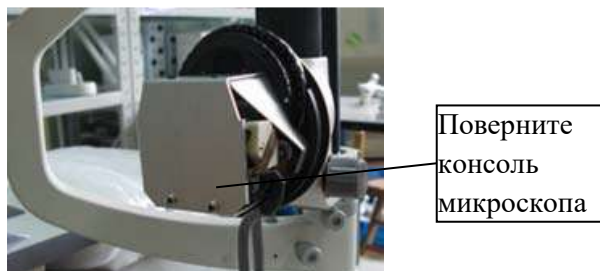
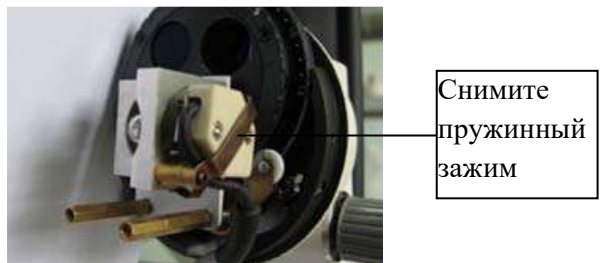

Рис. 4.3.2
Рис. 4.3.3
3. Снимите пружинный зажим (Рис. 4.3.2). Выньте держатель с лампой (Рис. 4.3.3) и замените старую лампу.